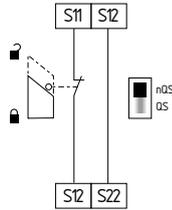

Fig. 11
**Circuito de monitorização de porta de proteção de canal único com dispositivos de encravamento conforme ISO 14119 (ver Fig. 11)**